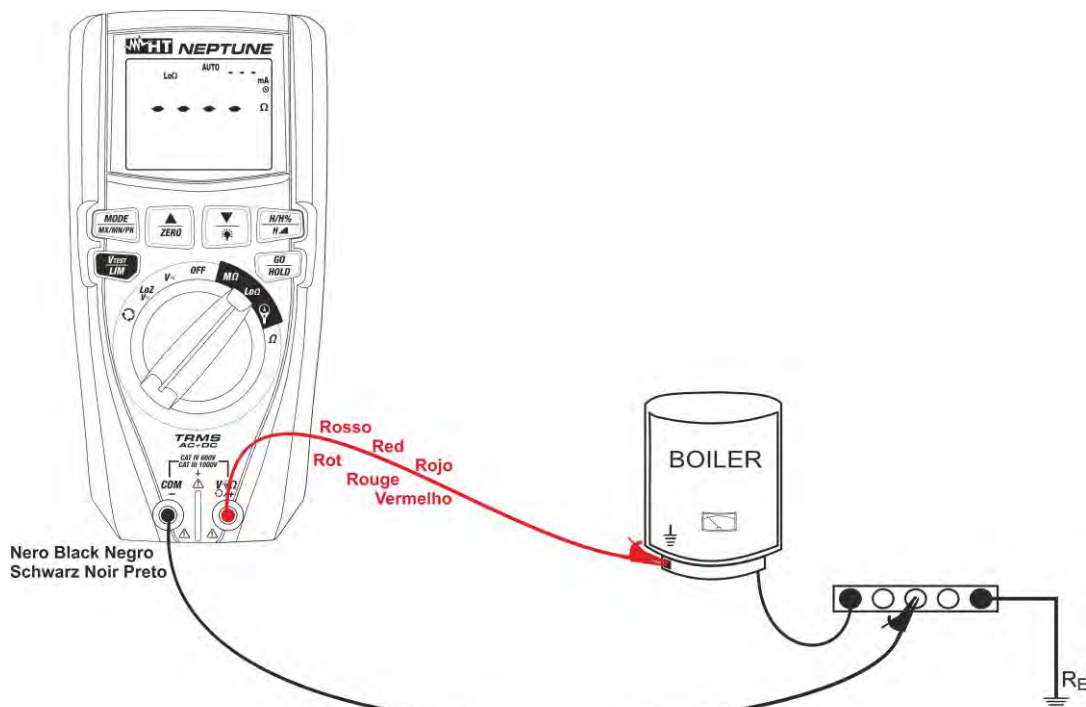

Abb. 25: Verwendung des Geräts zur Durchgangsprüfung im Betriebsmodus AUTO
7. Verbinden Sie die rote Messleitung mit der Eingangsbuchse **V Ω ⚡/+** und die schwarze Messleitung mit der Eingangsbuchse **COM/-** und verbinden Sie das Gerät mit dem zu prüfenden System (siehe Abb. 25).